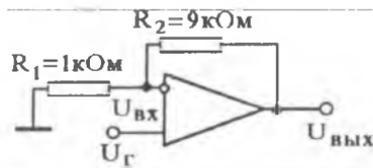

Рисунок 15 – Неинвертирующий усилитель на ОУ
**Задача 9.** Рассчитать максимальную погрешность, возникающую из-за изменения коэффициента усиления неинвертирующего усилителя на ОУ (рисунок 15). При этом учесть, что  $K = 10^5$  ( $t = 20^\circ\text{C}$ ) и в диапазоне температур от  $-60^\circ$  до  $+60^\circ\text{C}$  он изменяется на  $\pm 40 \%$ , т.е.  $\delta_K = \pm 40 \%$ .